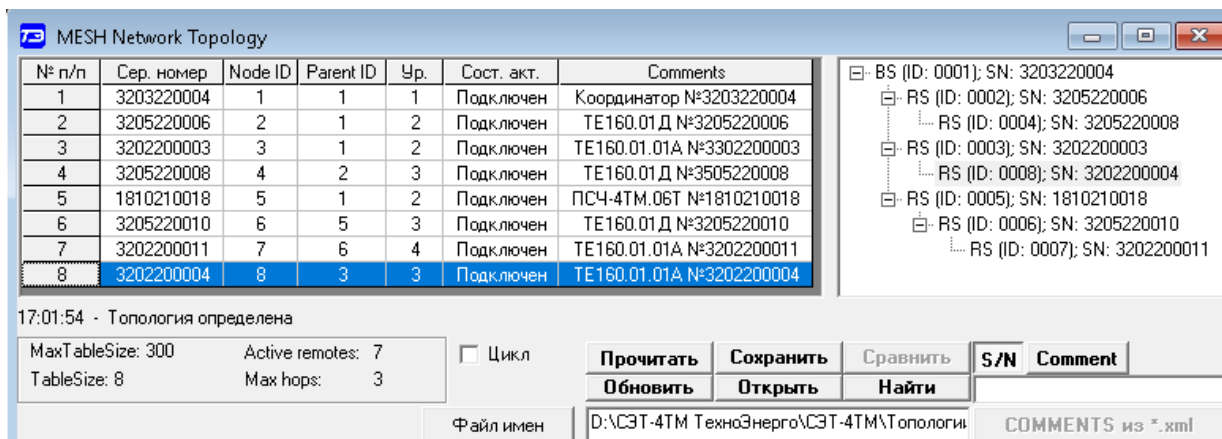

Рисунок 33 – Форма «MESH Network Topology»
5.3.5.2 В правой части формы «MESH Network Topology» (рисунок 33) отображается древовидная структура построенной сети Wi-Fi-Mesh.
- произвести двойной щелчок левой кнопкой манипулятора «Мышь» на строке интересующего коммуникатора в таблице маршрутизации (рисунок 33);